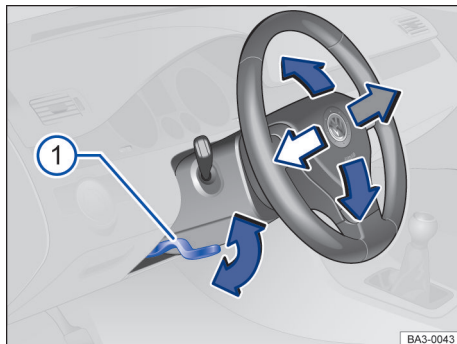

Fig. 74 Sob o volante no revestimento da coluna de direção: alavanca de ajuste manual da posição do volante.
- Virar a → Fig. 74 ① para baixo.
- Virar a alavanca → Fig. 74 ① sempre com firmeza para cima após o ajuste para que o volante não mude sua posição sem supervisão durante a condução.